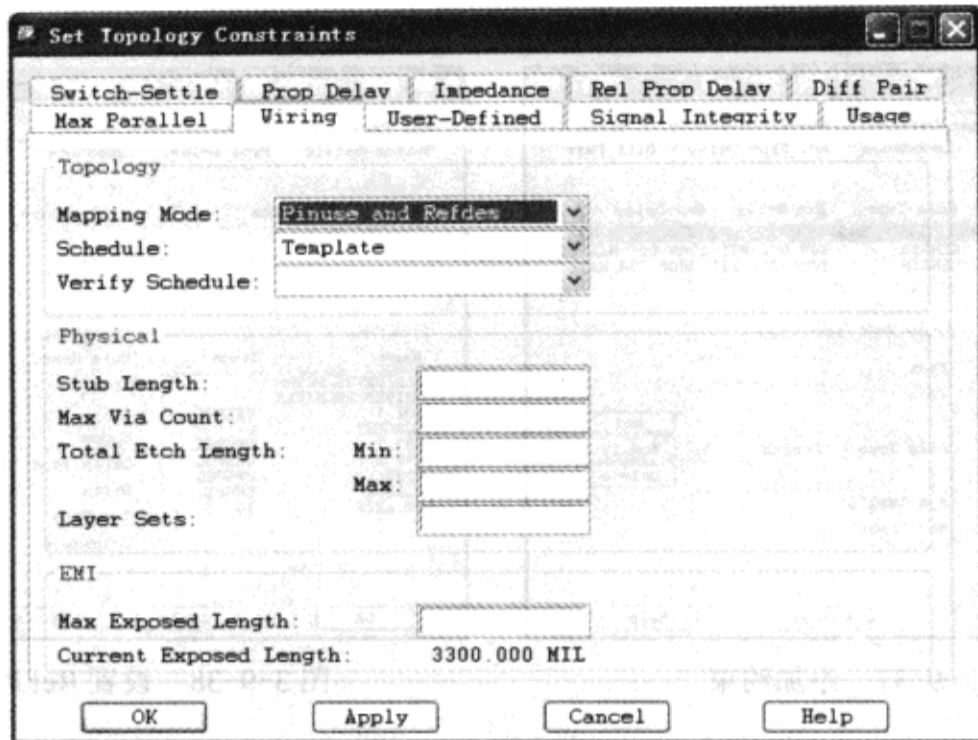

图 3-9-41 设置 Wiring 约束
(1) 在“Set Topology Constraints”窗口中选中“Wiring”标签页→在“Topology”区域的“Mapping Mode”栏选择“Pinuse and Refdes”。
(2) 在“Schedule”栏选择“Template”。
(3) 在“Set Topology Constraints”窗口单击“Apply”按钮，如图 3-9-41 所示。